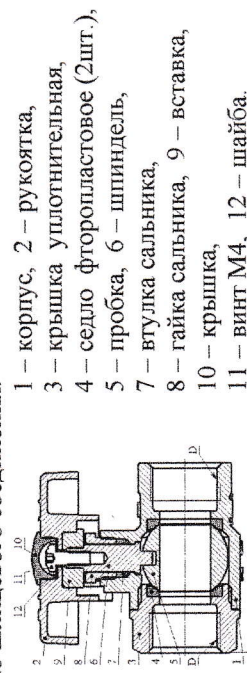

Рисунок 1. Кран КРДШ
7.1.1 Конструкция крана представлена на рис. 1.